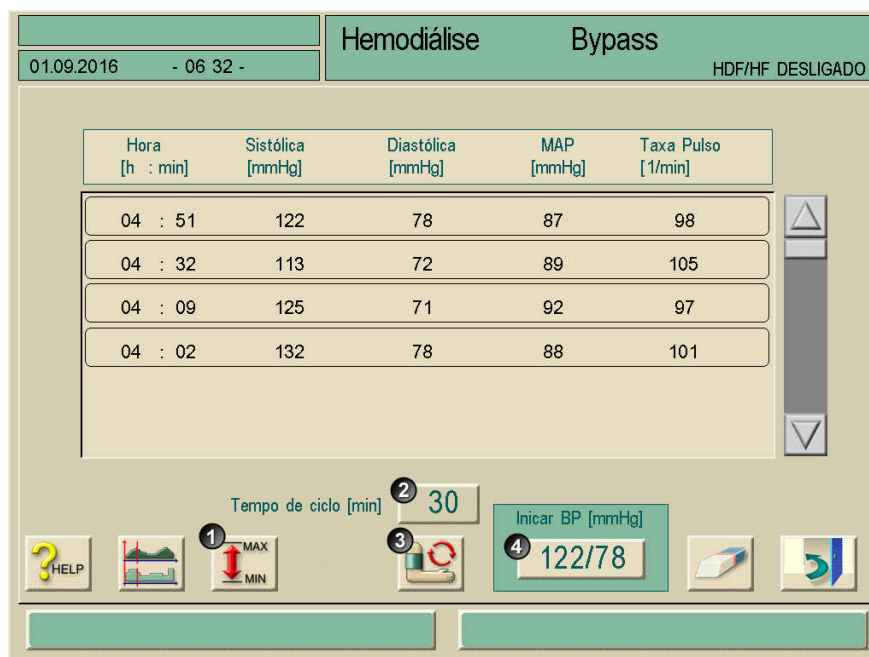

Fig. 10-2 Tela "ABPM visão principal"
- Toque o campo 1 na tela "Terapia" (Fig. 10-2) e campo 4 na janela "ABPM menu principal" (Fig. 10-2).
- Toque o ícone ABPM na janela principal (Fig. 10-2).